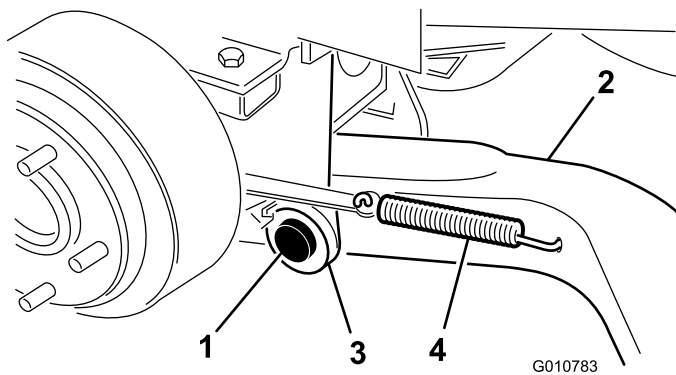

Figura 4
- Monte um braço de elevação (com a extremidade da rótula esférica posicionada virada para fora) no pino de articulação e um contrapino (5/32 x 1-3/4 pol.) (Figura 4).
6. Coloque a mola de retorno do travão no furo do braço de elevação (Figura 4).